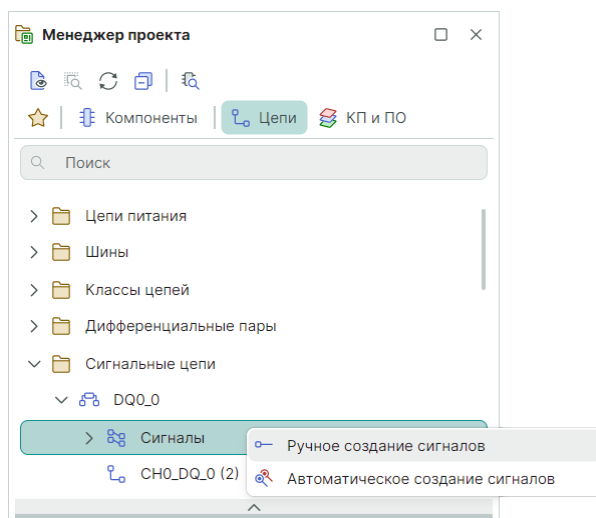

Рис. 167 Создание сигнала для выбранной сигнальной цепи в ручном режиме
1. В панели «Менеджер проекта» в узле «Сигнальные цепи» выберите сигнальную цепь, установите курсор на пункт «Сигналы», вызовите контекстное меню и выберите пункт «Ручное создание сигналов», см. Рис. 167.